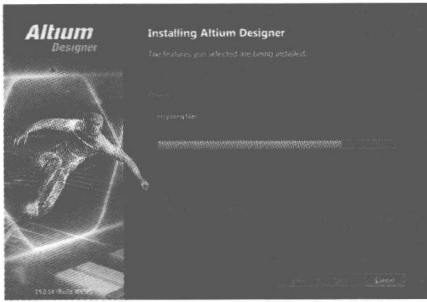
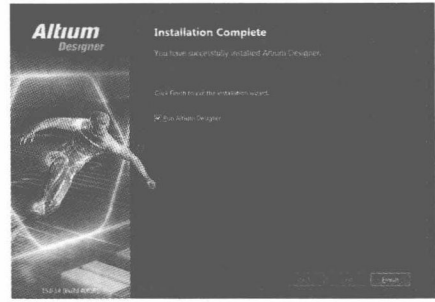

图 1-6 安装 Altium Designer 15
图 1-7 安装结束对话框
6) 单击“Next”按钮，系统开始安装，如图 1-6 所示，进度条表示了安装过程大致需要的时间。安装完毕后，系统弹出如图 1-7 所示的软件安装结束对话框。